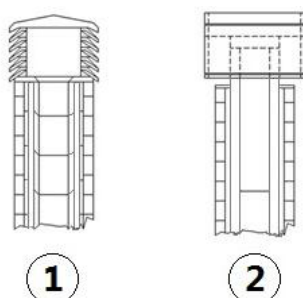

Fig. 4 - Sortie de toit
- Il est conseillé de choisir une souche de type anti vent, voir **Fig. 4 à page 42**.
- Conduit de fumées extérieur réalisé exclusivement avec des tuyaux en inox isolés, c'est-à-dire avec une double paroi d'un diamètre interne minimum de $\varnothing 100/120$ mm: l'ensemble doit bien être fixé au mur. Avec terminal anti-vent (voir Fig. 4 à page 42).